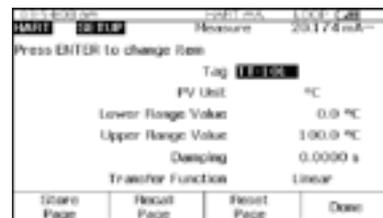

Figura 24.
10. Pulse **HART** y luego la tecla programable **Setup** (Configu- ración). Seleccione **Basic** en el menú y pulse **ENTER** para ver los parámetros de configu- ración básicos que aparecen en la Figura 24. Desplace el cursor hasta **Lower Range Value** (Valor de rango infe- rior) y pulse **ENTER**. Desplace el cursor hasta **Apply Values** (Aplicar valores) y pulse **ENTER**. Pulse **ENTER** para seleccionar 4 mA. Pulse la tecla progra- mable Continuar (Continuar), utilice cualquier tecla para continuar y luego pulse Set (Definir). Pulse cualquier tecla y las teclas programables Done (Listo) y Abort (Anular) hasta que vuelva a la pan- talla de generación. Con el teclado del calibrador 754, introduzca el valor URV (100 °C en este ejemplo) regis- trado en el paso 8 y pulse **ENTER**.
11. Repita el paso (10) pero, des- pués de seleccionar "Apply values" (Aplicar valores), seleccione 20 mA en lugar 4 mA.